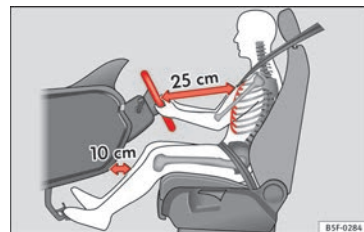
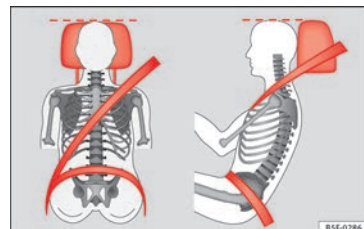

Fig. 1 La distanza corretta tra il conducente e il volante
Fig. 2 Nastro della cintura e poggiatesta posizionati correttamente.
- Regolare il volante in modo che resti uno spazio di minimo 25 cm dal torace » **fig. 1** e che sia possibile prendere il volante lateralmente dal lato esterno con entrambe le mani e le braccia leggermente piegate.
- Regolare il sedile del conducente longitudinalmente in modo da poter premere a fondo i pedali con le gambe leggermente piegate e che le ginocchia restino come minimo a 10 cm dalla plancia » **fig. 1**.
- Regolare il poggiatesta portando il suo bordo superiore alla stessa altezza della parte superiore della testa, in nessun caso mai sotto l'altezza degli occhi. Tenere la nuca il più vicino possibile al poggiatesta » **fig. 1** e » **fig. 2**.
Regolare la distanza tra il conducente e il volante » » » **fig. 1** con l'aiuto dei comandi situati nel sedile del conducente » » » **pagina 67**.